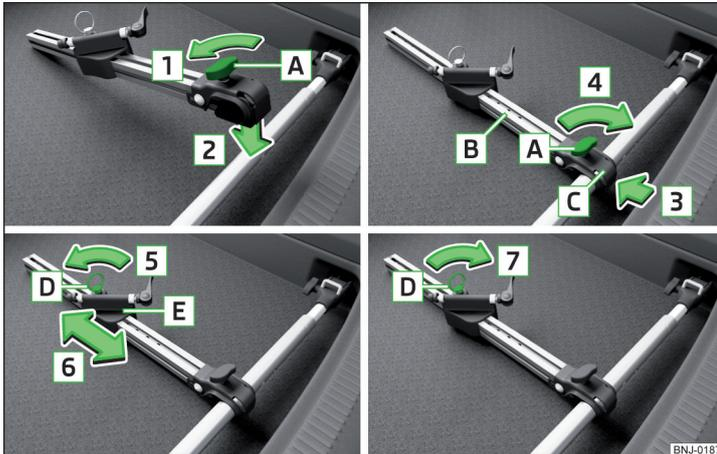

Fig. 112 Montar el portabicicletas
- Aflojar el tornillo **A** en el portabicicletas (en lo siguiente solamente soporte) en el sentido de la flecha **1** » fig. 112.
- Si se quiere transportar dos bicicletas, entonces aflojar el tornillo **A** » fig. 112 de la pág. 97 en el soporte y desplazar el soporte junto con la bicicleta fijada hacia la izquierda.
- Apretar el tornillo **A** » fig. 112 de la pág. 97 en el soporte.
- En caso necesario ajustar la posición de la parte deslizable **E** » fig. 112 de la pág. 97.